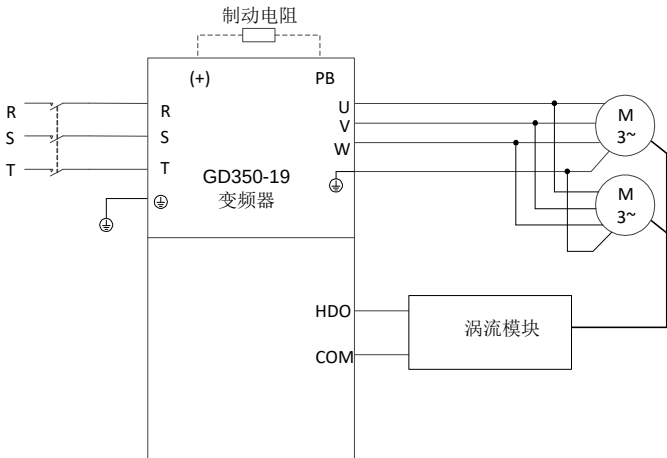

图 5-14 HDO 端子和涡流模块接线
- 步骤1 按图 5-14 HDO 端子和涡流模块接线将 HDO 端子和涡流模块连接好。